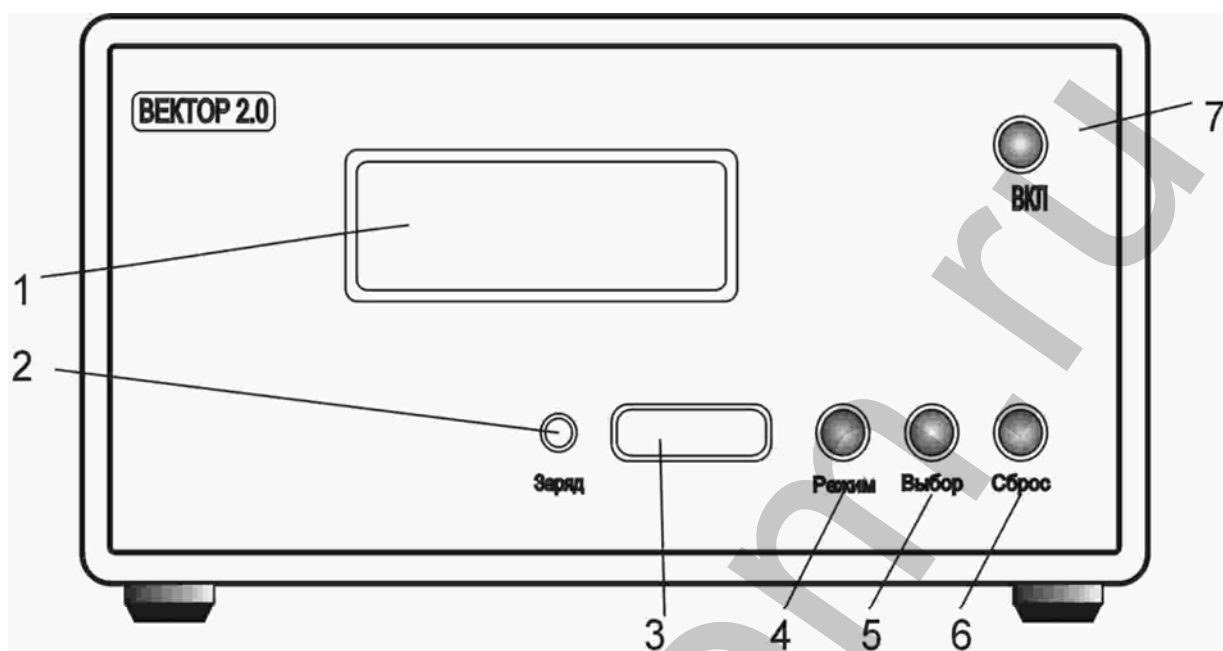

Рис.2. Общий вид передней панели прибора "Вектор-2.0"
1.4.3. При измерении параметров изоляции в лабораторных условиях по «прямой» схеме при наличии стационарного заземления прибора допускается работать, используя клавиши управления на передней панели прибора (см. рис.2).
Общий вид передней панели измерительного блока представлен на рис.2, где:
1.6.1. На передней панели прибора (рис.2) нанесены:
- нажать кнопку «ВКЛ» на передней панели измерительного блока (поз. 7 на рис. 2);